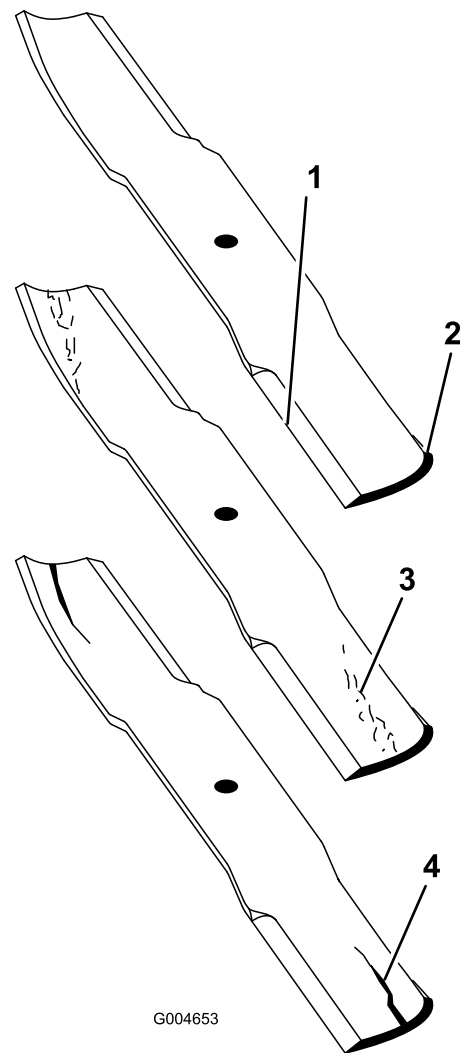

Figura 90
2. Examine cuidadosamente as extremidades da lâmina, prestando especial atenção à zona onde se encontram as partes curvas e planas da lâmina (Figura 90).
Nota: A areia e os materiais abrasivos podem desgastar o metal entre as partes plana e curva da lâmina; por isso, verifique a lâmina antes de utilizar a máquina. Se der conta de desgaste (Figura 90), substitua a lâmina.